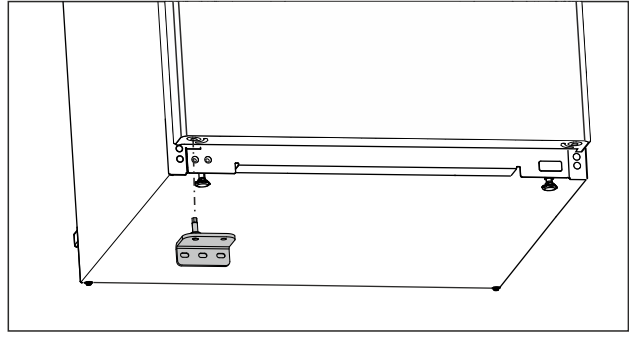

Fig. 25
- Alt yatak mesnedini diğer tarafa takın. (bkz. Fig. 25)